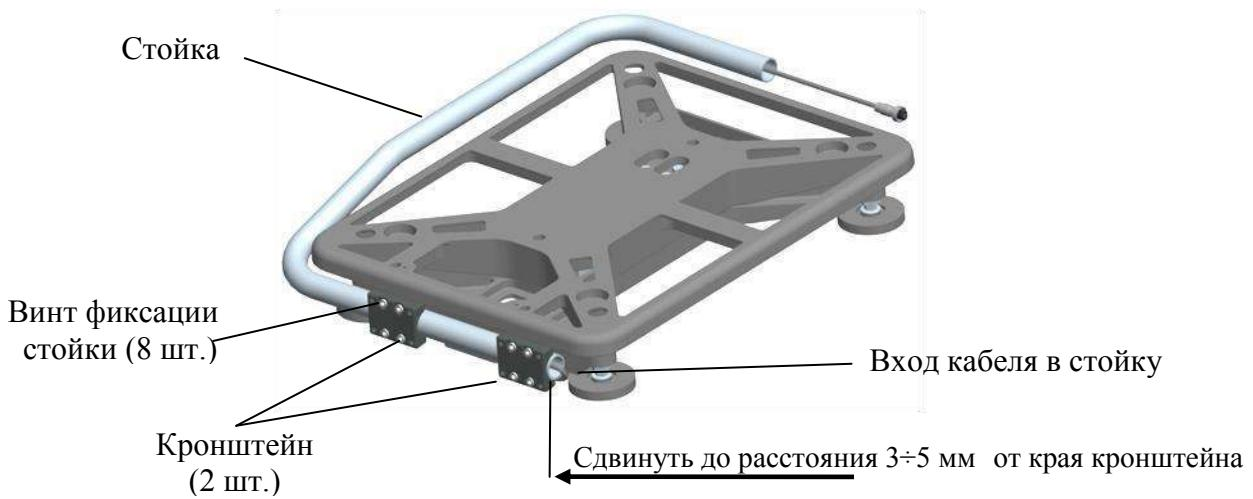

Рисунок 2 – Установка круглой вращающейся стойки
3.2.1.2 Сдвиньте стойку в направлении, указанном стрелкой, обеспечив $3\div5$ мм от края стойки до края кронштейна (см. рис. 2).